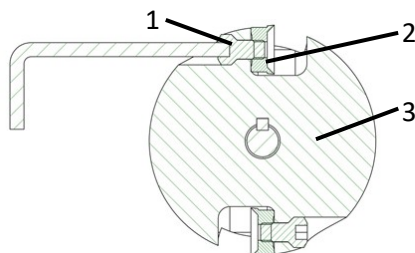

Fig.16: Cambio de las cuchillas
- > Aflojar los tornillos de la cuchilla (**1** - Fig.16) en el cabezal de corte (**3** - Fig.16) con una llave Allen de 6 mm.
- > Cambiar las cuchillas circulares (**2** - Fig.16) o girar las cuchillas circulares 180°.